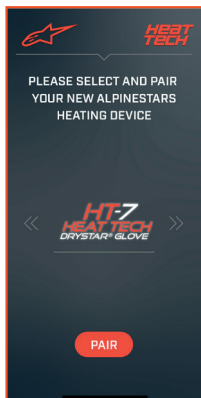

BILD 1
d. Wählen Sie aus den Alpinestars Heat Tech Produkten die HT-7 HEAT TECH Drystar® Handschuhe und klicken Sie auf die Schaltfläche KOPPELN (siehe App Bild 1).